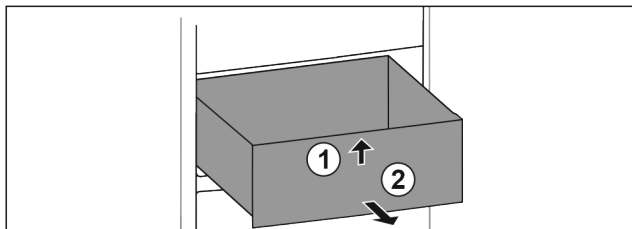

Fig. 113
- ▶ Приподнимите выдвижной ящик спереди. *Fig. 113 (1)*
- ▶ Извлеките выдвижной ящик движением вперед. *Fig. 113 (2)*